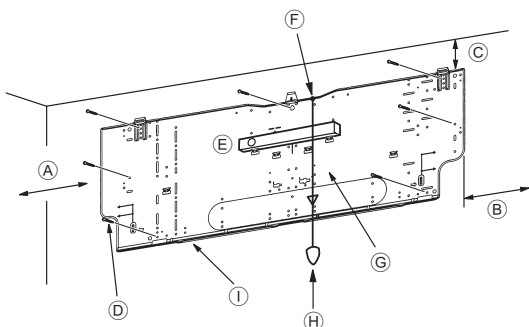
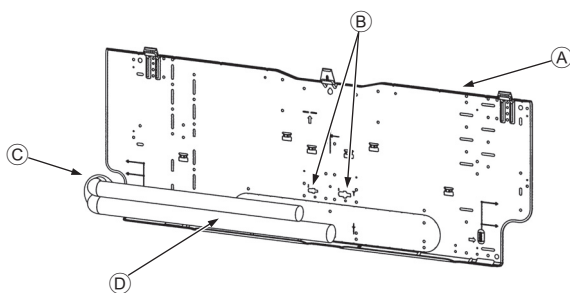

Fig. 3-4
Fig. 3-5
■ PKFY-P-VKM-E (Fig. 3-4)
- D) Befestigungsschrauben (4 x 25) ②
- I) Montageplatte ①
3.3. Wenn Rohre in der Wand verlegt werden (Fig. 3-5)
- A) Montageplatte ①